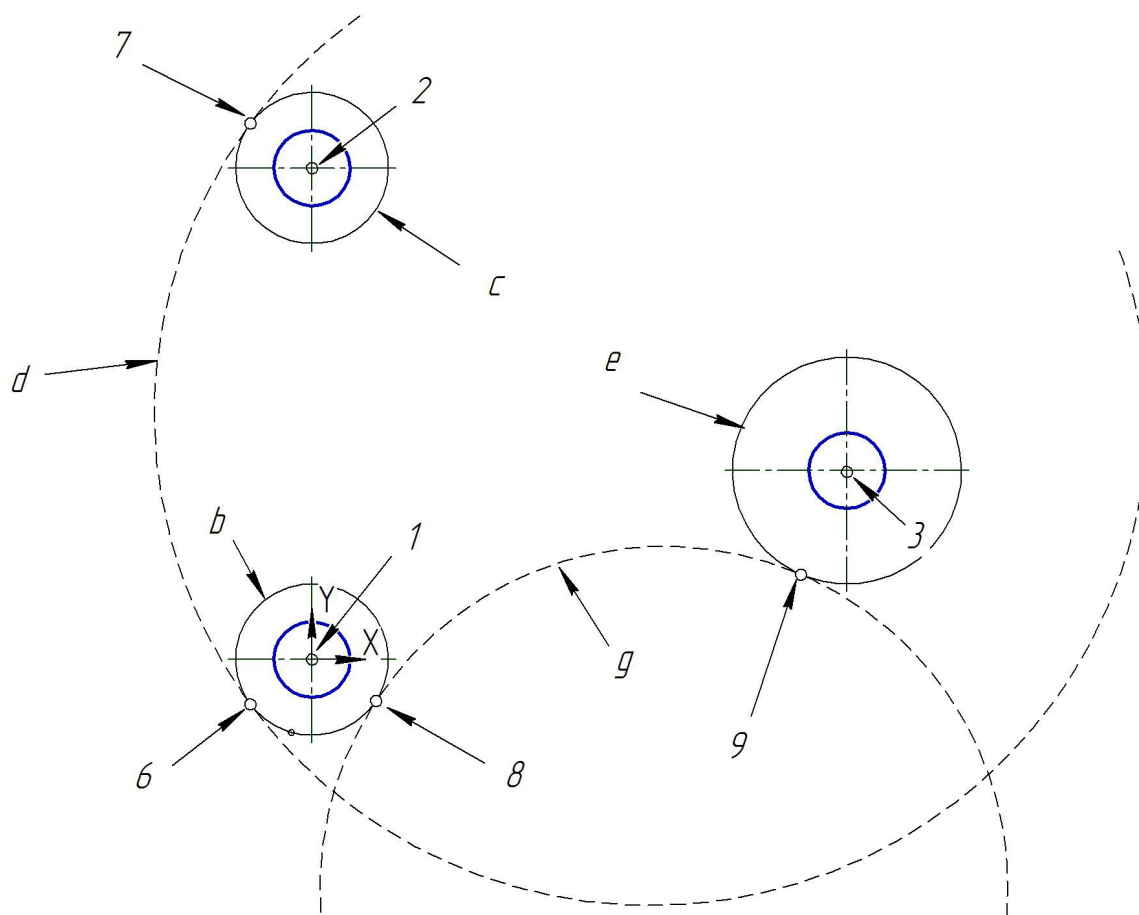

Рис. 1.37. Построение вспомогательных окружностей внешнего и внутреннего сопряжения между двумя окружностями
1. Постройте сопряжение радиусом 130 окружностей  $b$  и  $c$  (внутреннее касание) (рис. 1.37).